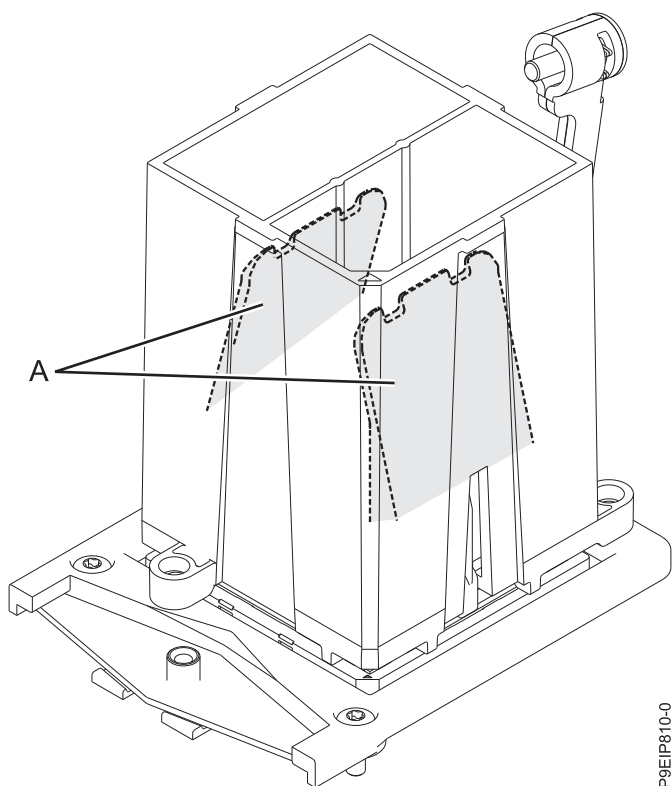

Figura 94. Removendo a ferramenta do módulo de processador do sistema
8. Depois que os orifícios e os pinos-guia da ferramenta e do módulo de processador do sistema estiverem alinhados corretamente, aperte e segure as duas guias de liberação azuis (**A**) juntas até que uma parada firme seja atingida, conforme mostrado na Figura 94 na página 82. Em seguida, erga a ferramenta para fora do módulo de processador do sistema.